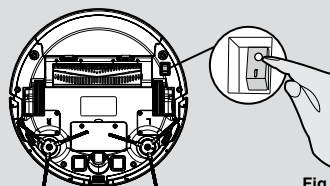

Fig. 9
Slå på støvsugerroboten med på/av-knappen på bunnen (I). [Fig. 9] Sett den ned foran ladestasjonen.
1. Trykk på PÅ/AV-strømknappen på bunnen av roboten. [Fig. 9]